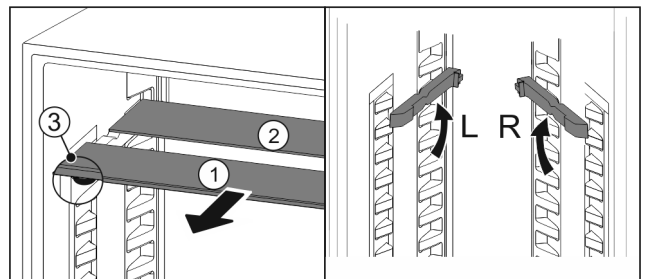

Fig. 98
- ▶ Sortir les tablettes par l'avant Fig. 98 (1).
- ▶ La tablette en verre Fig. 98 (1) avec bordure décorative est située à l'avant.
- ▶ Les butées Fig. 98 (3) sont orientées vers le bas.